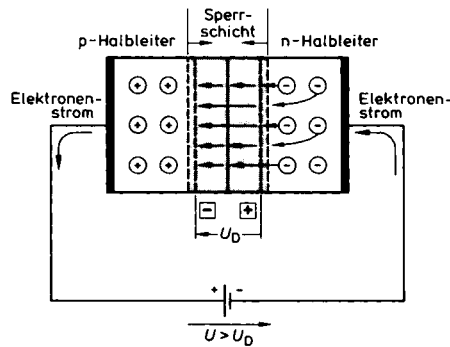

Abbildung 13: pn-Übergang in Durchlassrichtung
**Durchlassrichtung** Wird das interne Feld im pn-Übergang durch die externe Spannung geschwächt, so können - getrieben durch das äußere Feld - positive Ladungsträger vom p-Bereich zum n-Bereich gelangen und umgekehrt. Für diesen in Abb. 13 gezeigten Fall leitet der pn-Übergang den Strom.